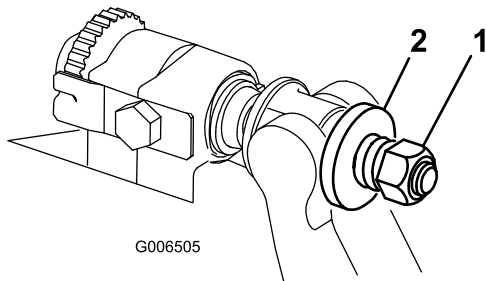

Bild 37
4. Ziehen Sie die Federspannungsmutter an, bis die Feder zusammengedrückt ist, drehen Sie sie dann eine 1/2 Umdrehung heraus (Bild 37).